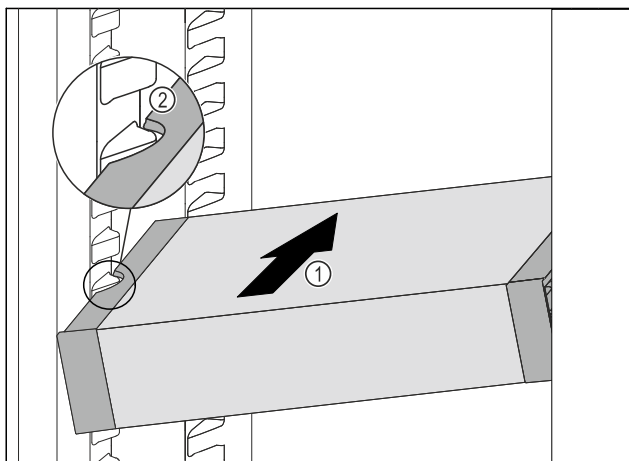

Fig. 49
- ▶ VarioSafe schräg in das Kühlteil einschieben Fig. 49 (1), bis sich die seitlichen Aussparungen Fig. 49 (2) des VarioSafes auf Höhe der Behälterrippe im Kühlteil befinden.